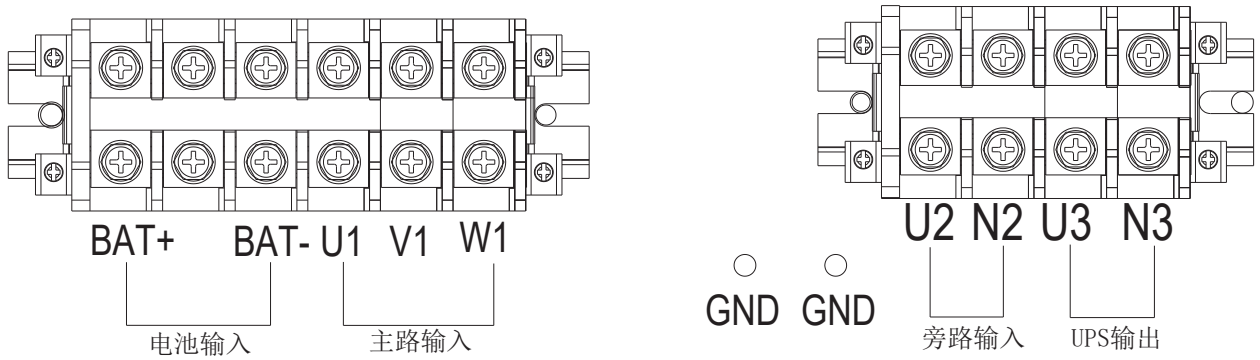
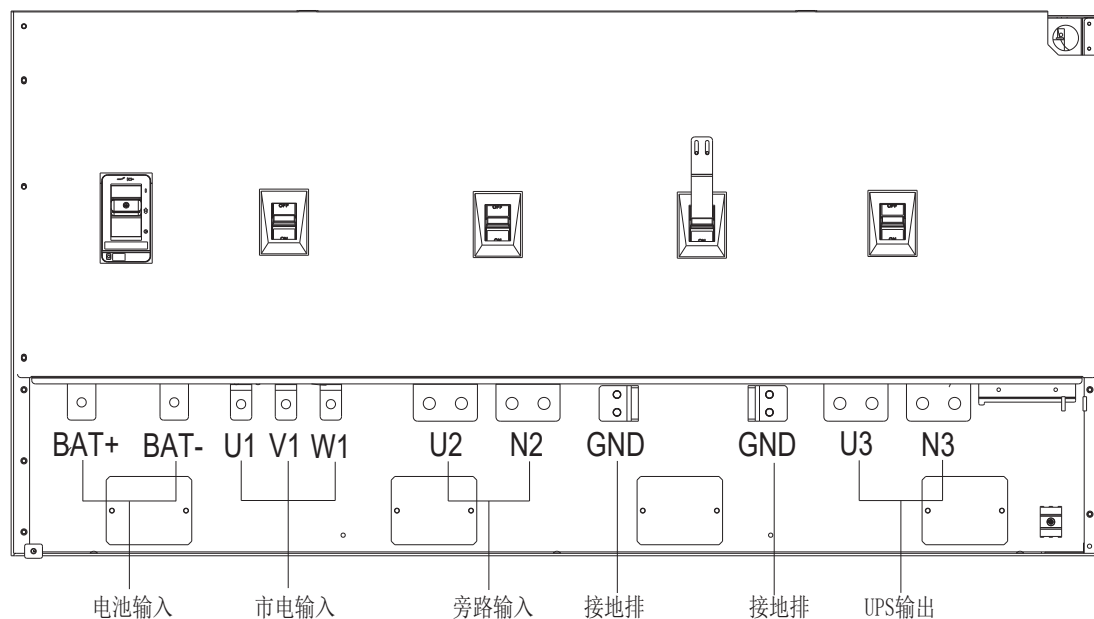

图4-2： 10kVA~40kVA UPS功率电缆连接端子示意图
图4-8： 160kVA~200kVA UPS（12P）功率电缆连接端子示意图
1. 电源线接在UPS的电源端子上，布线信息和端子位置见图4-2至图4-8。
设备摆放完成后，参见图4-2至图4-8，按如下步骤连接功率线缆：
2. 打开UPS前门，取下下部保护盖板，可见图4-2至图4-8所示连接端子排。